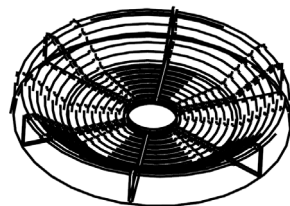

Rys.3
- korzystając z załączonego szablonu, w dolnej półce szafki wiszącej wyciąć otwór Ø 130 mm pod rurę odprowadzającą zużyte powietrze oraz wywiercić otwory pod wkręty mocujące okap (Rys. 3)
- korzystając z załączonego szablonu, w dolnej półce szafki wiszącej wyciąć otwór $\varnothing$ 130 mm pod rurę odprowadzającą oczyszczone powietrze oraz wywiercić otwory pod wkręty mocujące okap (Rys. 3),